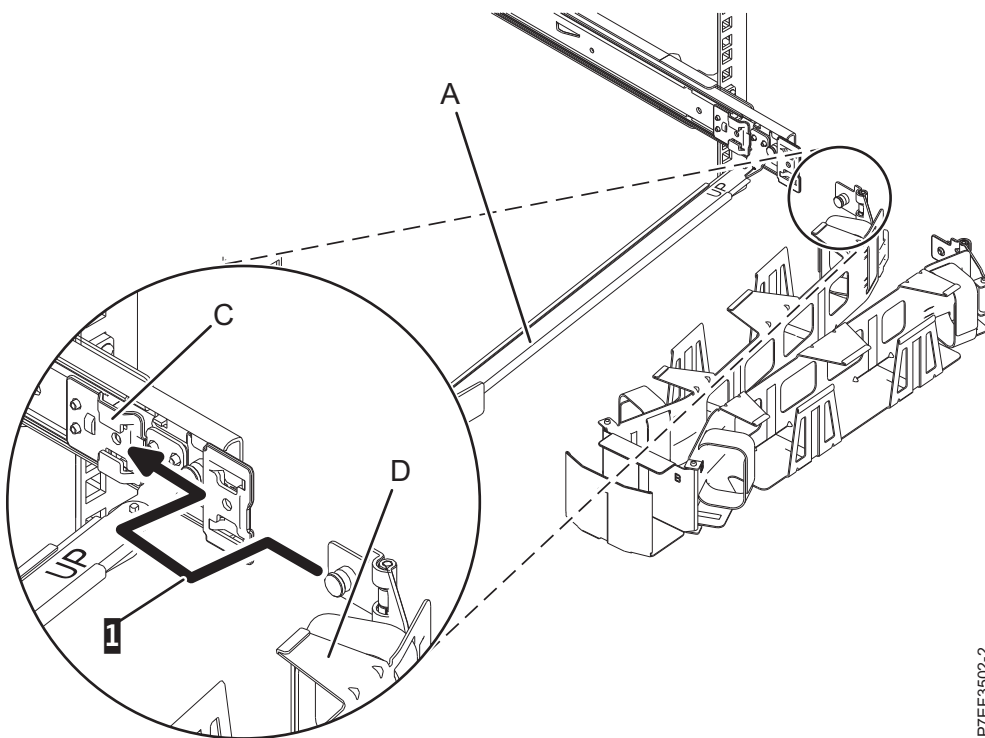
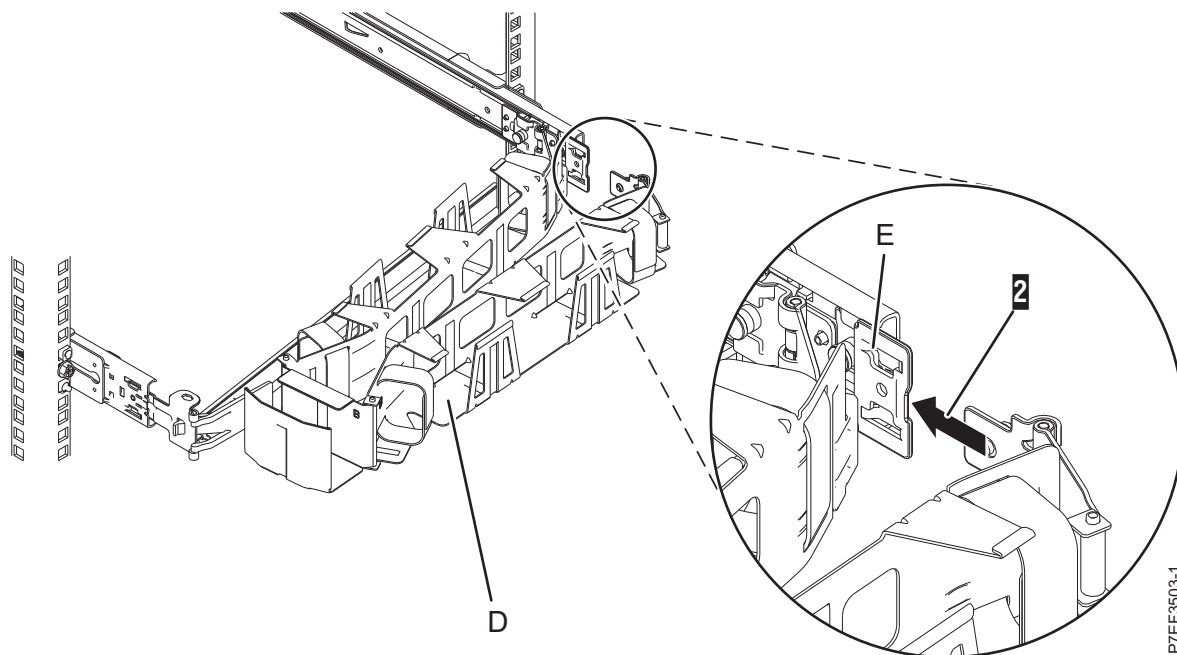

Figure 15. Glissement de l'autre taquet du bras de routage des câbles dans le logement du support de fixation
Figure 16. Faites glisser l'autre taquet du bras de routage des câbles dans le logement du support d'extension
7. Placez le bras de routage des câbles (D) sur le bras de support (A). Faites glisser le premier taquet du bras de routage des câbles dans l'emplacement sur le support de fixation (C). Poussez jusqu'à ce que le taquet à ressort se mette en place. Faites glisser l'autre taquet du bras de routage des câbles dans le support d'extension (E) à l'extérieur de la glissière de droite (2). Poussez jusqu'à ce que le taquet à ressort se mette en place. Pour plus d'informations, voir figure 15 et figure 16, à la page 13.